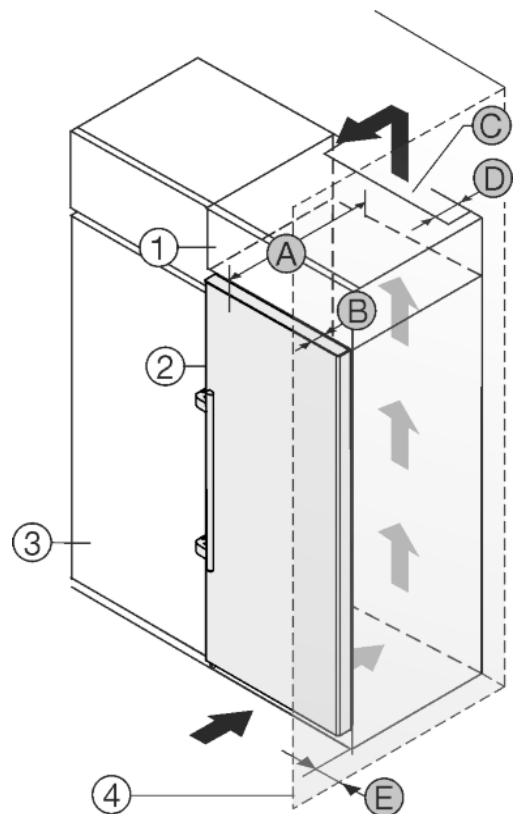

Fig. 24
Das Gerät kann mit Küchenschränken umbaut werden. Um das Gerät *Fig. 24 (2)* der Küchenzeilenhöhe anzugleichen, kann über dem Gerät ein Aufsatzschrank *Fig. 24 (1)* angebracht werden.
Das Gerät kann direkt neben dem Küchenschrank *Fig. 24 (3)* aufgestellt werden. Um die Türe vollständig öffnen zu können, muss das Gerät um die Tiefe *Fig. 24 (B)* gegenüber der Küchenschrankfront vorstehen. Abhängig von der Tiefe der Küchenschränke und Verwendung von Wandabstandshaltern kann das Gerät weiter herausragen.
- An der Rückseite des Aufsatzschrankes muss ein Abluftschacht mit der Tiefe *Fig. 24 (D)* über die gesamte Aufsatzschrankbreite vorhanden sein.
- Unter der Raumdecke muss der Entlüftungsquerschnitt *Fig. 24 (C)* eingehalten werden.
Wenn das Gerät mit den Scharnieren neben einer Wand *Fig. 24 (4)* aufgestellt wird, muss der Abstand *Fig. 24 (E)* zwischen Gerät und Wand eingehalten werden. Dies entspricht dem Griffüberstand bei geöffneter Tür.